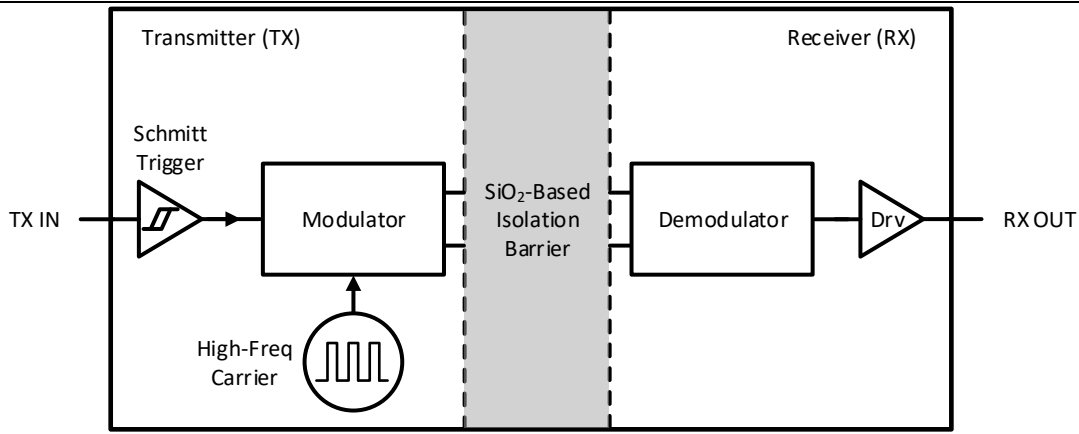
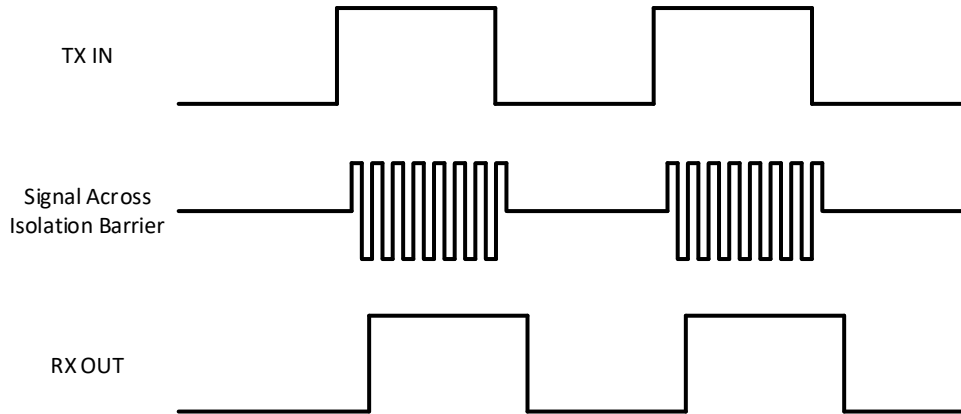

图 9-2 隔离通道的框图
图 9-3 OOK 调制方案的工作波形示意图
CA-IS1200 器件使用简单的开关键控 (OOK) 调制方案在基于二氧化硅的隔离层之间传输信号。该隔离层支持高低压域之间高达 3750 V_{RMS} (CA-IS1200U) 或 5000 V_{RMS} (CA-IS1200G) 的电气隔离。隔离通道的框图如图 9-2 所示。如图 9-3 所示，当数字位流为高电平时，发射机 (TX) 通过高频载波对其进行调制，当数字位流为低电平时则不调制。接收机 (RX) 解调通过隔离层的信号并将其准确地恢复成数字位流。隔离通道采用全差分电容耦合架构，对共模瞬态噪声不敏感，因此可以最大化 CMTI 性能。该结构和相关电路同时提供低辐射和高磁场抗扰度。